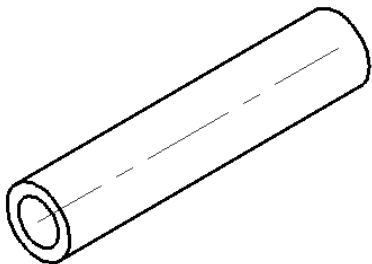

图 10-50 练习题的等轴测图参考
- (1) 根据轴测投射射线方向和轴测投影面的位置不同, 可以将轴测图分为哪种类型?
- (2) 在 AutoCAD 2019 中, 如何将捕捉类型设置为“等轴测捕捉”?
- (3) 在 AutoCAD 2019 中, 将捕捉类型设置为“等轴测捕捉”后, 进行等轴测平面的切换?
- (4) 如何绘制等轴测圆? 请举例进行说明。
- (5) 课外研习: 在 AutoCAD 2019 中, 如何设置用于轴测图标注的文字样式和标注样式?
- (6) 绘制图 10-50 所示的等轴测图, 具体的尺寸由读者自行确定。本书附赠网盘资源提供了练习参考文件“10_ex6.dwg”, 位于随书光盘的“CH10”文件夹中。